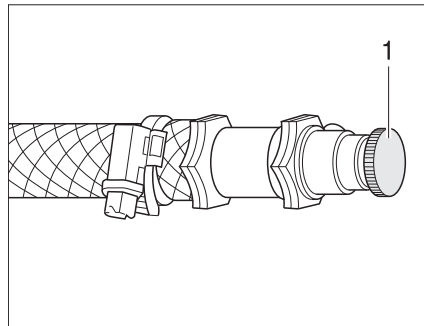

Bild 165 Entlüftungsventil Warmwasser-Heizung
- Das Entlüftungsventil (Bild 165,1) öffnen und geöffnet lassen, bis keine Luft mehr austritt.